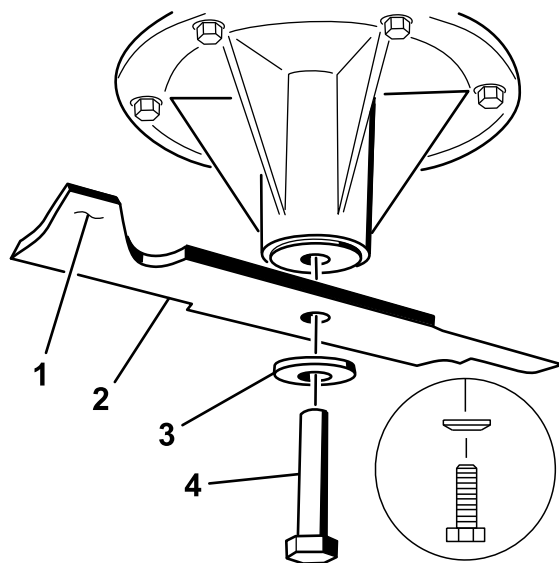

Figura 81
1. Instale la cuchilla en el eje (Figura 81).
2. Instale la arandela de muelle y el perno de la cuchilla. El cono de la arandela de muelle debe estar orientado hacia la cabeza del perno (Figura 81). Apriete el perno de la cuchilla a 115–149 Nm.